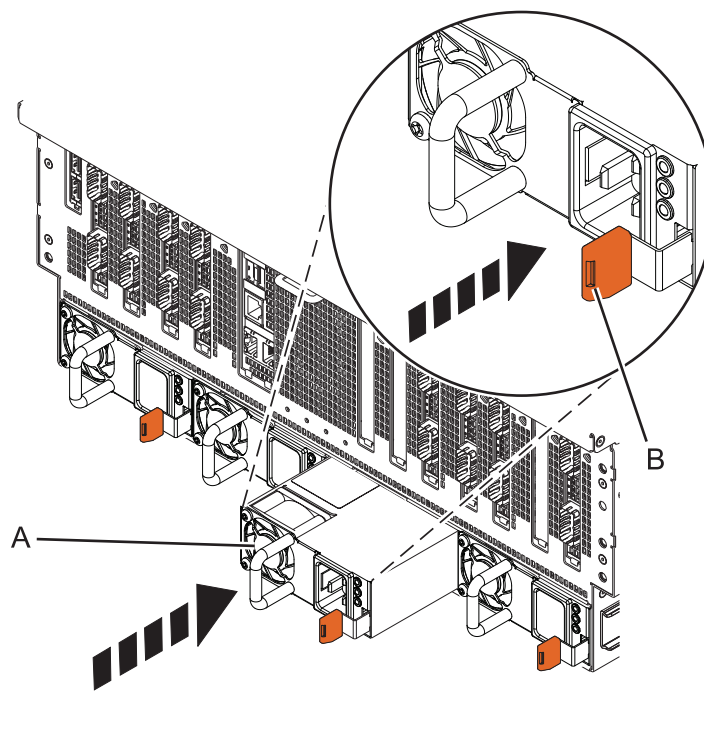

Figura 16. Substituindo a fonte de alimentação no sistema
3. Alinhe a fonte de alimentação (A) com o compartimento e deslize-a para o sistema, até que a trava terracotta (B) trave no lugar, conforme mostrado em Figura 16 na página 17.